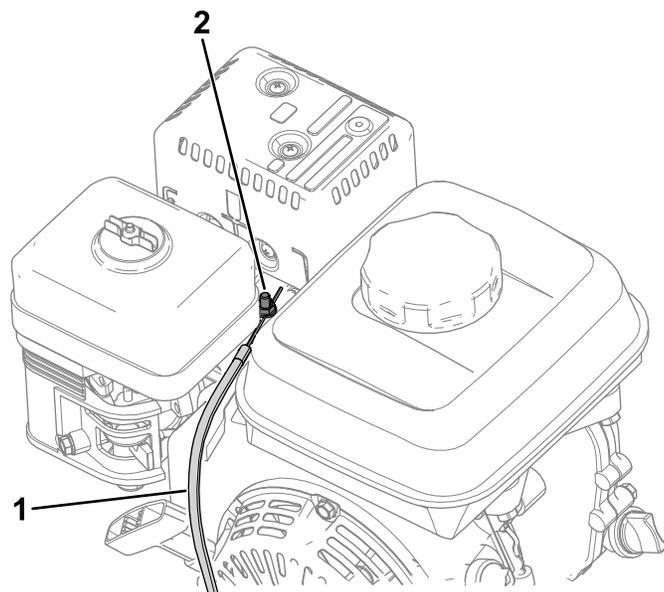

図 35
4. ケーブルコンジットのクランプのねじをゆるめる 図 35。